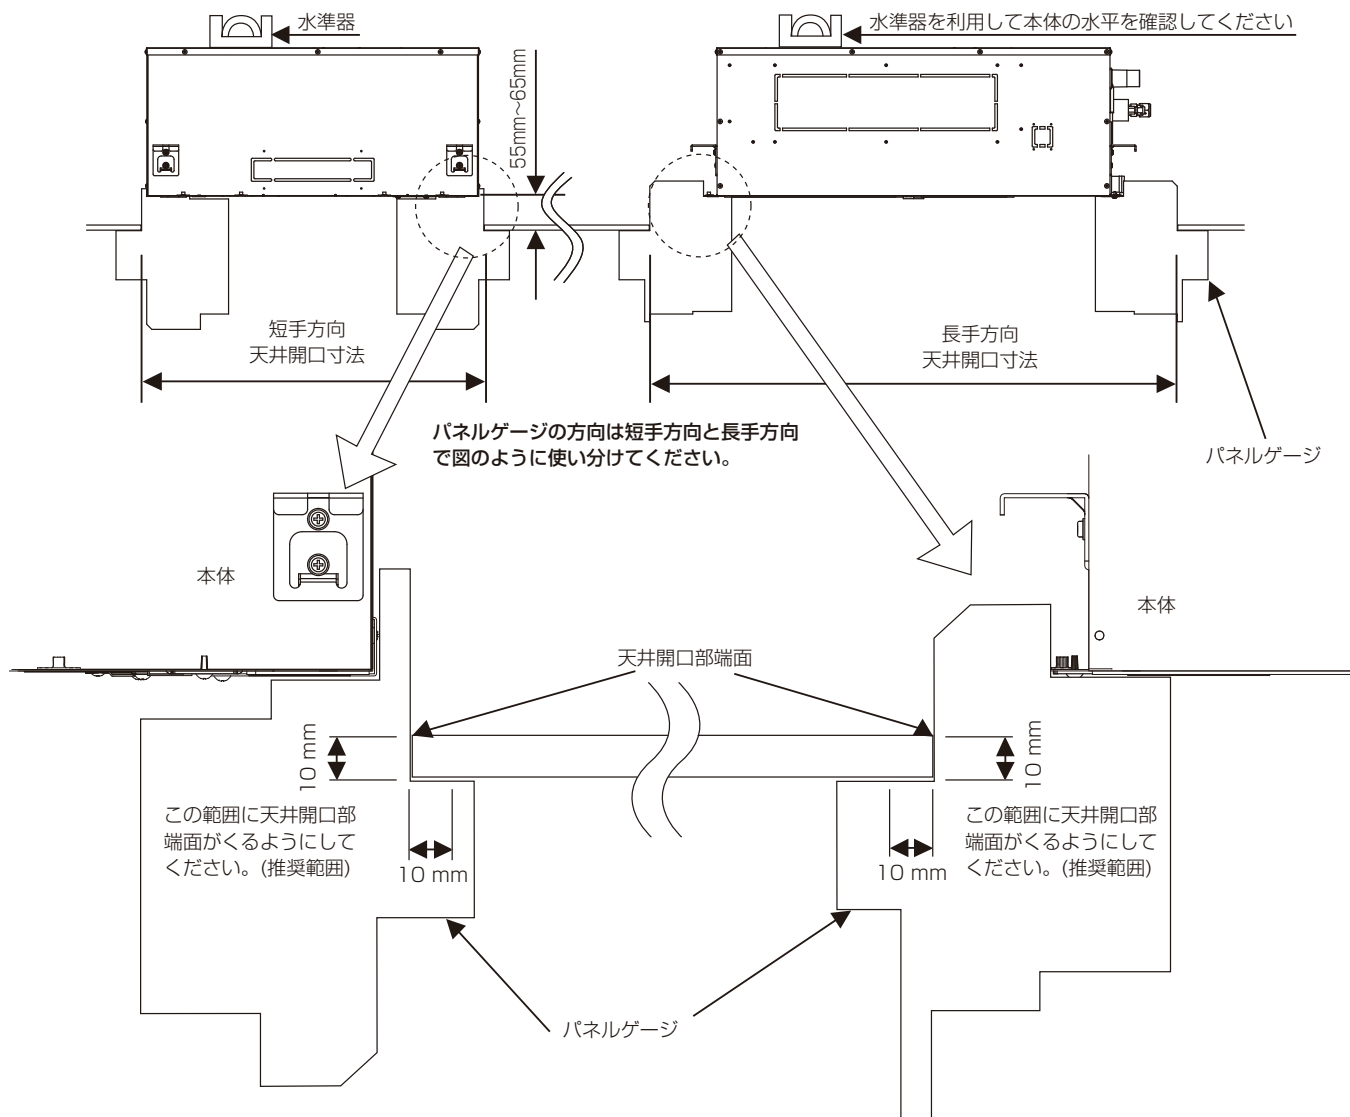

図4-1
- 1) 自動昇降パネルを取付ける前にユニット本体が、正常に吊られているか確認してください。ユニット本体は図4-1のように本体下面位置が規定の寸法内に天井に引込むように据付けられていれば正常です。中敷きダンボールのパネルゲージを使用して図4-1のように本体の「長手方向」と「短手方向」の取付位置の調節、確認してください。